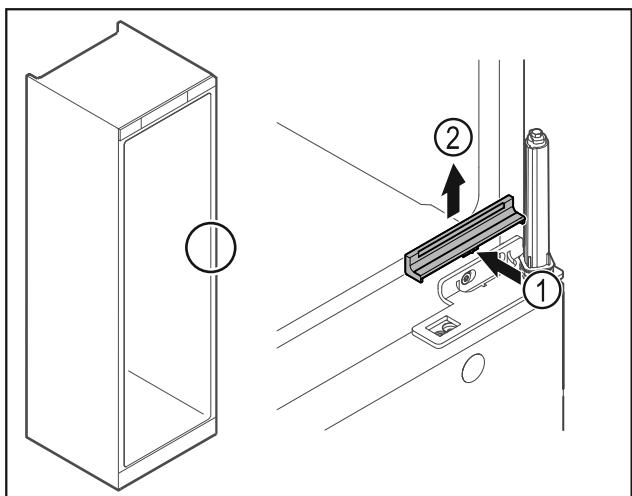

Fig. 31
- Zľahka zatlačte kryt Fig. 31 (1) v strede a odoberte ho nahor Fig. 31 (2).